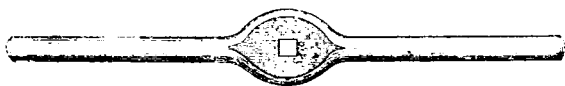

Рис. 49. Воротокъ.
48) —стальные стержни, многогранные или съ продольными жолобками, или витые. Развертку ввертываютъ въ пробитую дыру; тогда дыра увеличивается, и, кромѣ того, края ея сглаживаются. Ввертываютъ развертку съ помощью *воротка* (рис. 49) — поперечнаго желѣзнаго стержня, который надѣвается на верхній конецъ развертки. Иногда вмѣсто этого къ верхнему концу развертки придѣлываютъ деревянную ручку, какъ показано на рисункѣ 48, слѣва. Такой разверткой дѣйствуютъ какъ обыкновеннымъ буравчикомъ. Самый предметъ съ отверстиемъ зажимаютъ въ тиски, обмакиваютъ конецъ развертки въ масло, вставляютъ его въ дыру, берутъ оба конца воротка въ обѣ руки и поворачиваютъ его, слегка нажимая. Сдѣлавъ 2—3 оборота вправо,